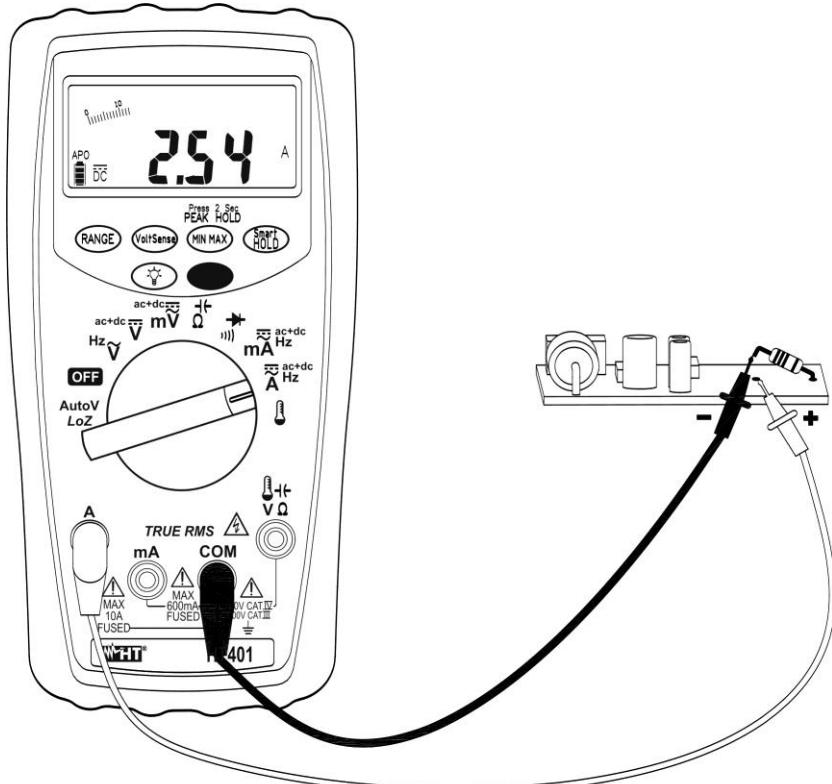

Fig. 5: Uso dello strumento per misura di Corrente DC
6. Collegare il puntale rosso ed il puntale nero in serie al circuito del quale si vuole misurare la corrente rispettando la polarità ed il verso della corrente indicato in Fig. 5
9. La visualizzazione del simbolo "**-**" sul display dello strumento indica che la corrente ha verso opposto rispetto alla connessione di Fig. 5